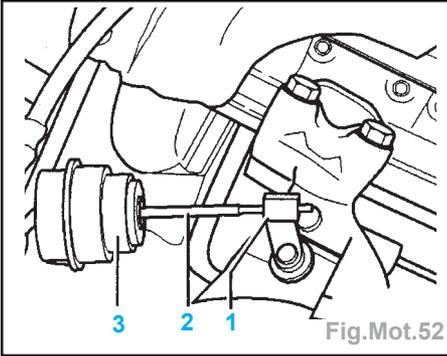

Fig.Mot.52
- Lancer le moteur et l'amener au régime maxi en accélérant subitement : la tringle (2) doit se déplacer (Fig.Mot.52).